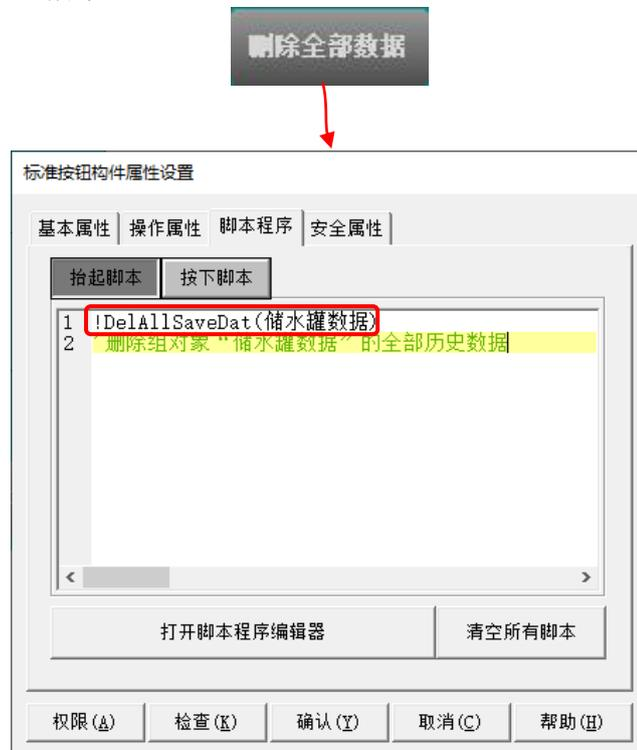

图 5.2-34 添加历史数据删除函数
- ① 绘制标准按钮：使用章节 5.2.4 组态的工程，进入用户窗口“窗口 1”，绘制 1 个标准按钮构件。
- ② 添加历史数据删除函数：双击标准按钮构件，进入“脚本程序”页，输入脚本函数“!DelAllSaveDat(储水罐数据)”，如图 5.2-34 所示：